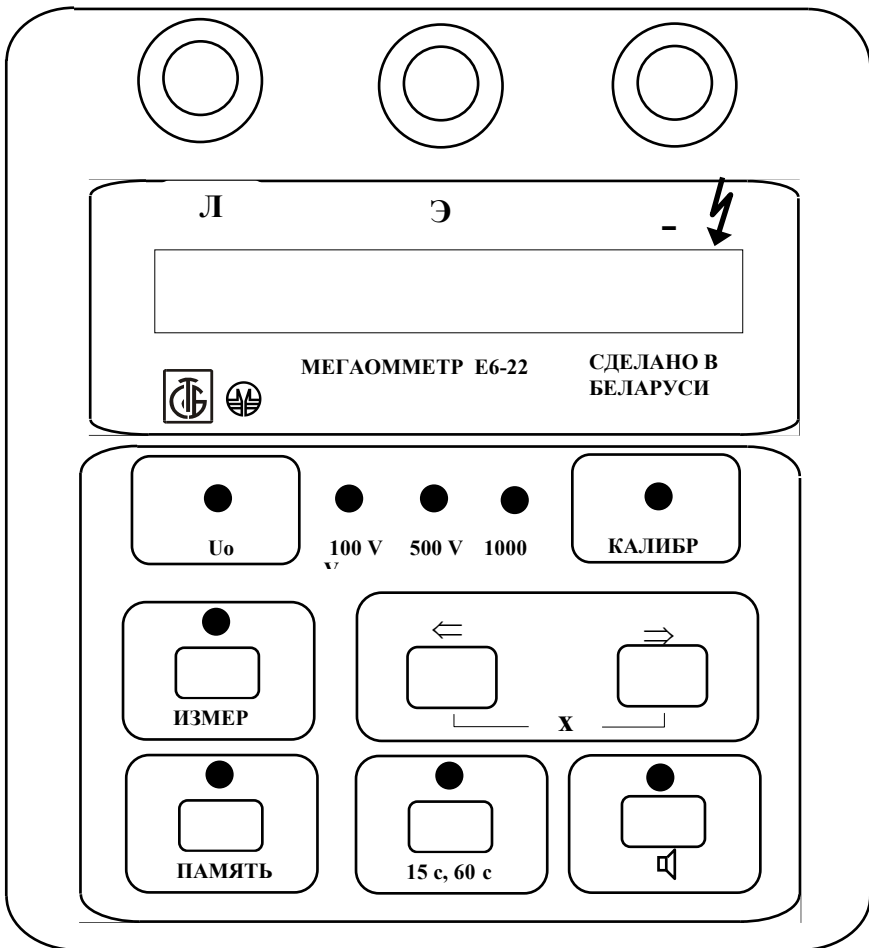

Рисунок 2.1 - Передняя панель мегаомметра
2.2.1.1 На передней панели мегаомметра (рисунок 2.1) расположены: